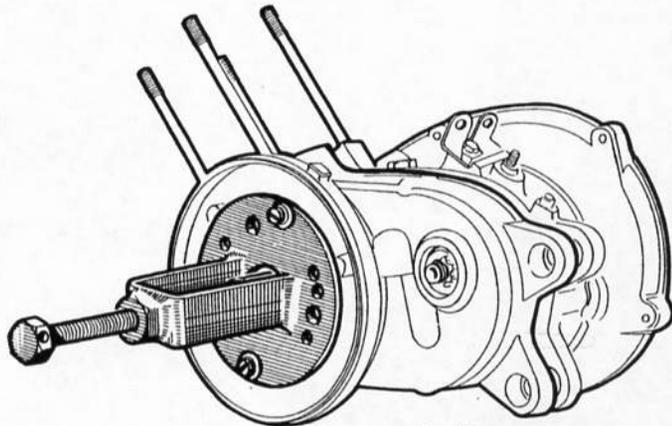
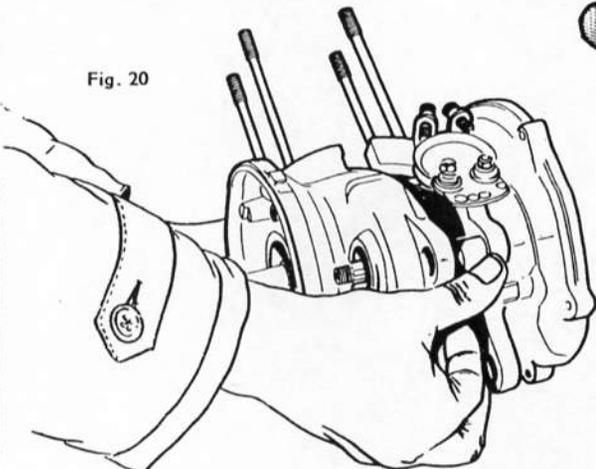

Fig. 19
Fig. 20
- Décoller les 2 demi-carter à l'aide de l'outil 0.47 (fig. 19) et de l'embout 0.47 D. et si nécessaire un ou deux coups de maillet côté silenbloc, (pour éviter de détériorer les plans de joint, ne pas introduire d'outil ailleurs qu'aux trois dégagements prévus à cet effet). Tirer bien en ligne avec les deux mains pour désaccoupler les demi-carter (fig. 20).